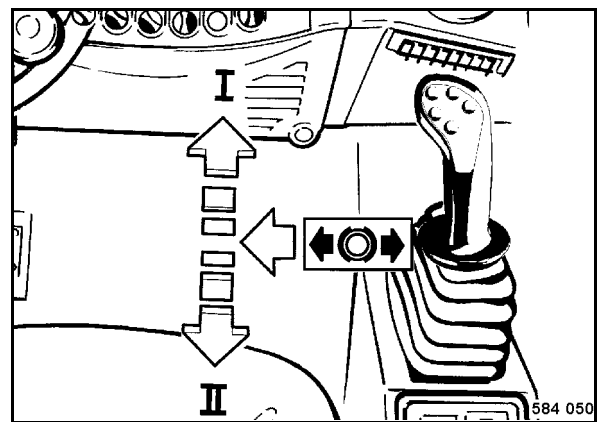

Fig. 223
- Desencajar la palanca de marcha (Fig. 223) hacia la izquierda, pero no desplazarla a posición "I" ó "II".